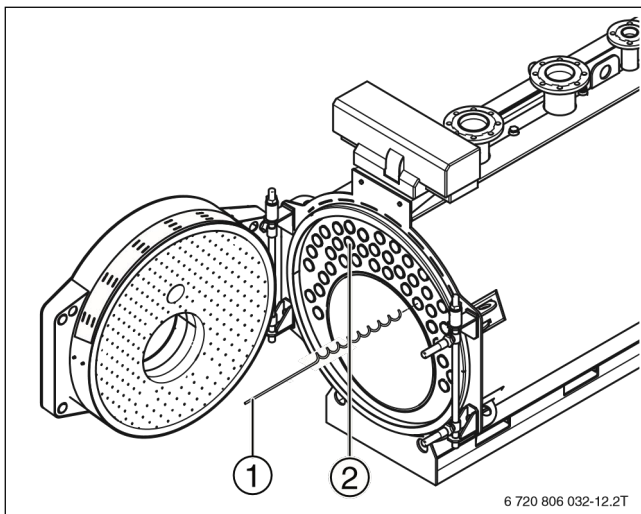

Рисунок 24 Корректировка предварительного напряжения турбулизаторов
► Задвиньте турбулизаторы (→Рисунок 24, [1]) в трубы дополнительных поверхностей нагрева (→Рисунок 24, [2]).